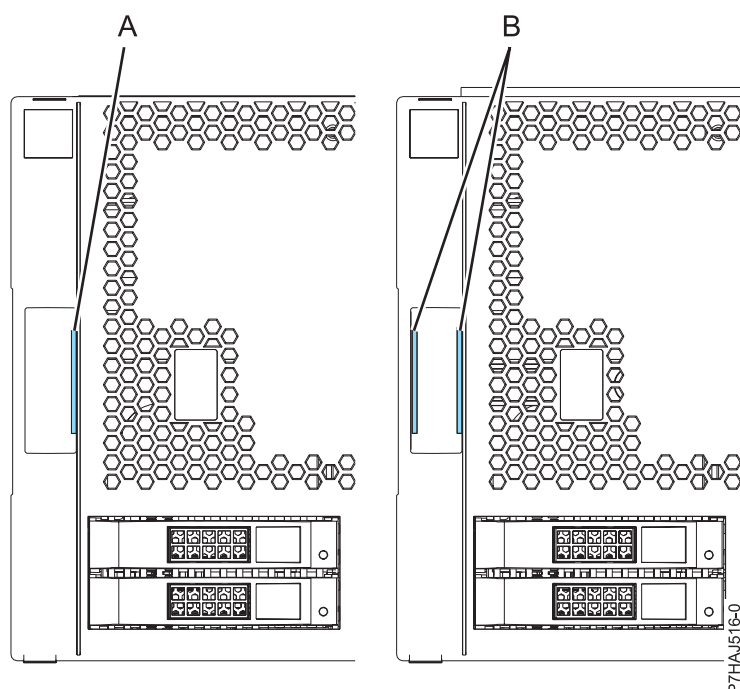

図 7. 古いカバーと新しいカバーの識別
注: 2011 年 3 月 1 日より前に出荷された古いカバーは、カバー・アセンブリー・ラッチ上の 1 本の青色ストライプ (A) で識別できます。2011 年 3 月 1 日以降に出荷された新しいカバーには、カバー・アセンブリー・ラッチ上に 2 本の青色ストライプ (B) が付いています。図 7 を参照してください。